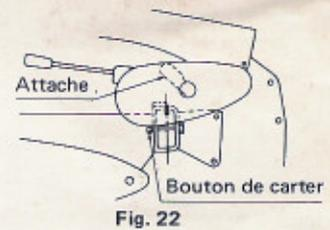

Fig. 22
**(2) Montage et démontage de la rotobineuse sur le modèle KS500R.**
- Démontage (fig. 22)